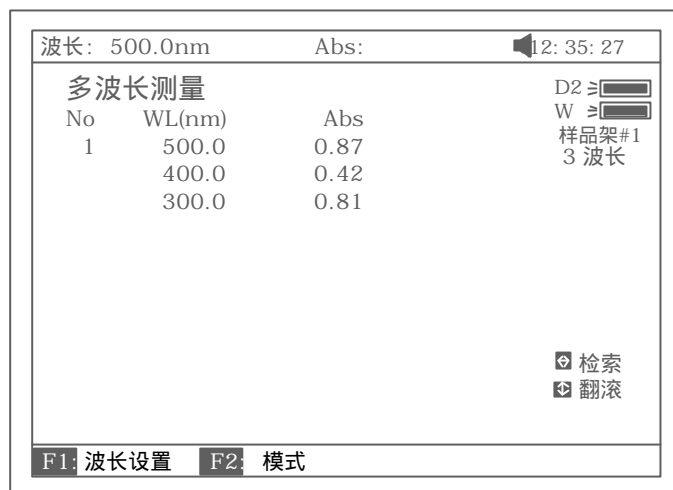

图 71
- b. 待测样品拉入光路中，按【START】键开始测量。一组波长测完，总是回到第一个波长处。最后测量结果显示如图 71。
- a. 图 71 中，按【SAVE】键，再输入文件名后按【ENTER】确认即完成测试结果的存储
- c. 图 71 中，按【PRINT】键即可打印出测试报告，图 72 所示。